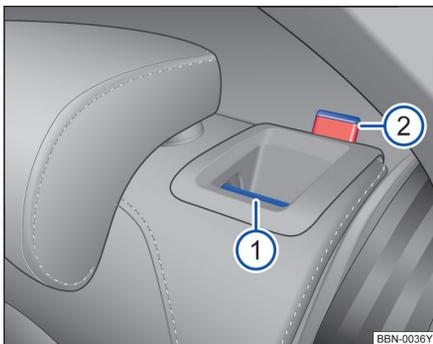

图 66 后排座椅靠背：分离按钮 ①；红色标记 ②
- 向前拉分离按钮→图 66 ①，同时前折靠背。
- 松开后排座椅靠背后应能看见按钮上的红色标记 ②。